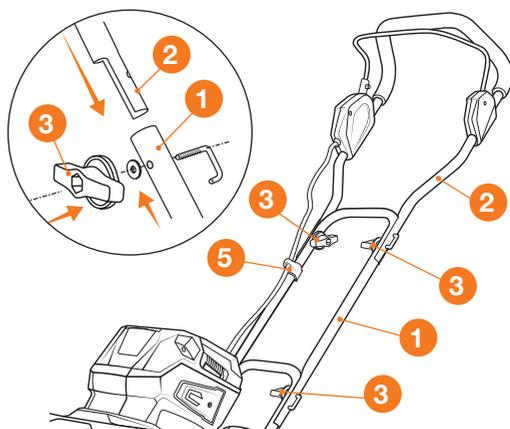

Рис. 2
- Установите нижнюю рукоятку **1** и закрепите её с помощью болтов **4** и зажимных устройств **3** к основанию культиватора (Рис. 2).